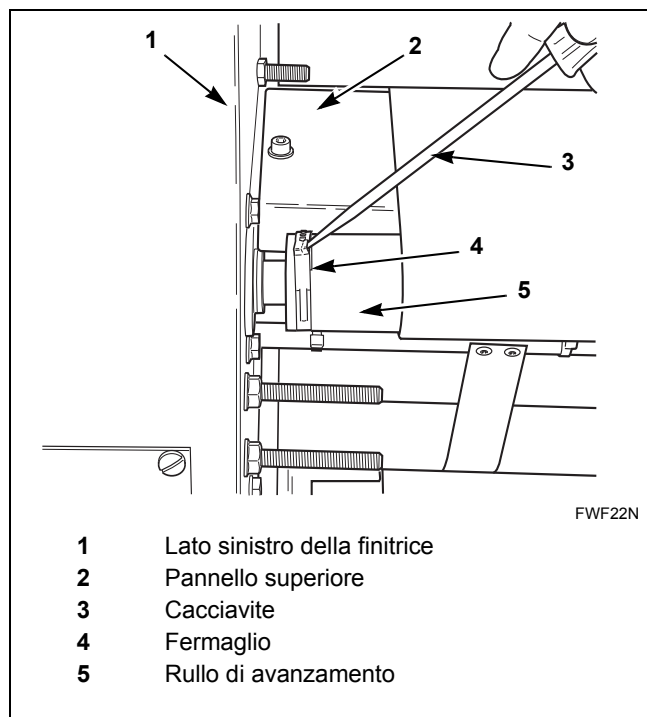

Figura 23
1. Con un cacciavite normale far leva per aprire il fermaglio all'estremità sinistra del rullo di avanzamento. Consultare la *Figura 23*.